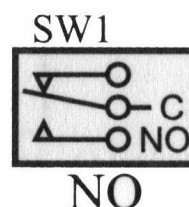

Рис.10 Схематичное изображение датчика нормально-разомкнутого типа срабатывания
- нормально-разомкнутого типа (N.O.) (рис.10).